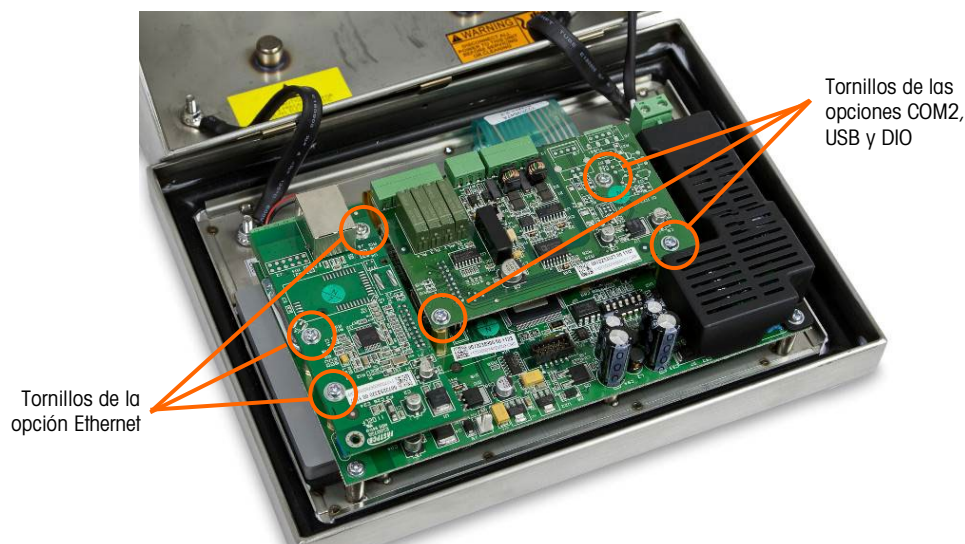

Figura 5-12: Remoción de tarjetas opcionales
2. Use un destornillador mediano Phillips para retirar los tornillos que fijan la tarjeta opcional en su base de montaje. Cada tarjeta estará fijada con tres tornillos. Consulte la Figura 5-12.
1. Coloque la tarjeta opcional sobre el conector correspondiente en la tarjeta principal y los tres orificios de montaje identificados en la Figura 5-12.